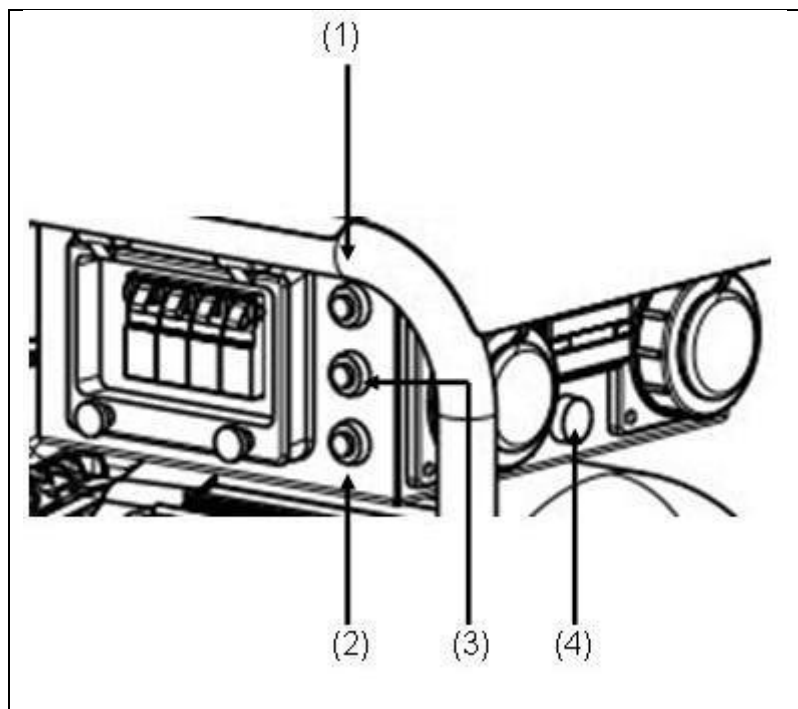

Abb. 3-1: Isolationsüberwachung ohne Abschaltung
Drücken Sie den Testknopf (siehe Abb. 3-1-(2))
✓ Die Lampe (siehe Abb. 3-1-(4)) zeigt das Ergebnis an:
Hinweis: Die Hupe kann mithilfe der Taste „Quittierung“ (siehe Abb. 3-1-(1)) quittiert werden.
2. Nach der Überprüfung muss der Reset-Taster (siehe Abb. 3-1-(3)) gedrückt werden um das Gerät wieder zu betreiben.
- ✓ Die Lampe (siehe Abb. 3-1-(4)) zeigt das Ergebnis an:
2. Nach dem abschalten und abstecken des Verbrauchers muss der Reset-Taster (siehe Abb. 3-1-(3)) gedrückt werden um das Gerät wieder zu betreiben.
3. Drücken Sie den Testknopf (siehe Abb. 3-1-(2))
- ✓ Die Lampe (siehe Abb. 3-1-(4)) und die Position des Leitungsschutzschalters zeigen das Ergebnis an:
4. Nach der Überprüfung muss der Reset-Taster (siehe Abb. 3-1-(3)) gedrückt und der Leitungsschutzschalter in Pos. 1 gebracht werden um das Gerät wieder zu betreiben.
2. Nach dem abschalten und abstecken des Verbrauchers muss der Reset-Taster (siehe Abb. 3-1-(3)) gedrückt und der Leitungsschutzschalter in Pos. 1 gebracht werden um das Gerät wieder zu betreiben.